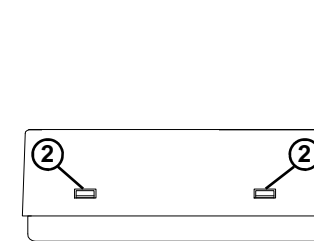

Fig. 2
1. Rimuovere la calotta plastica spostando verso l'interno, con l'aiuto di un utensile (Fig. 2), i due dentini plastici (2) posti sul fianco destro.
1. Remove plastic cover by moving to the inner side, through the use of a tool (Fig. 2), the two plastic teeth (2) located on the left side of the thermostat.